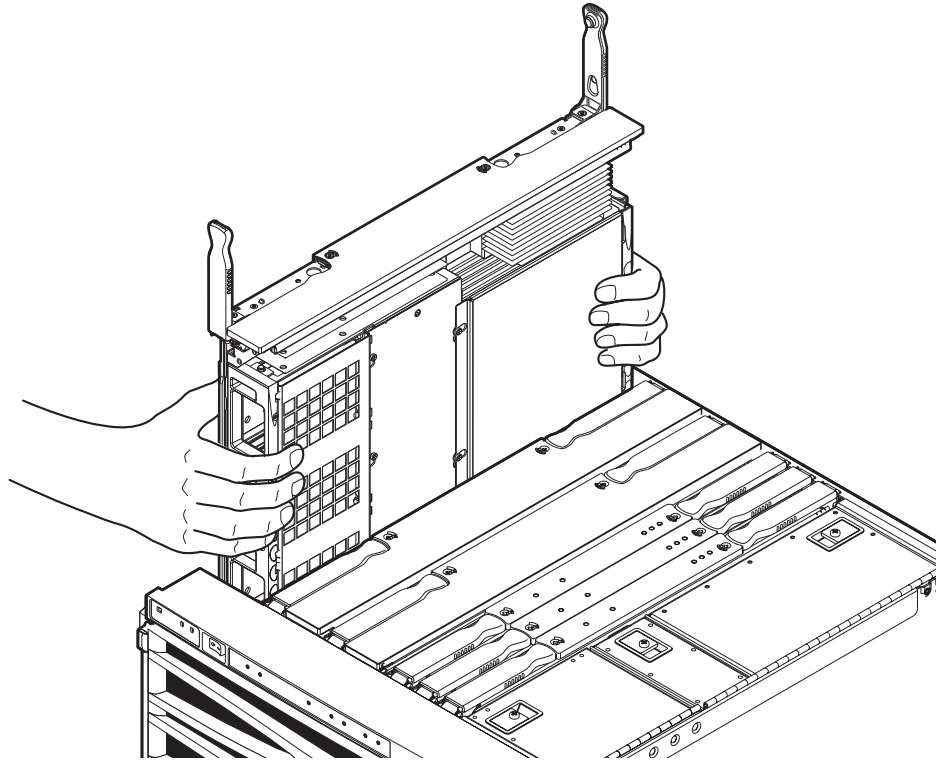

図 9-5 システムから CPU/メモリーボードを持ち上げる
11. 緑色のパネルを持って、CPU/メモリーボードをシステムから持ち上げます (図 9-5)。
5. 緑色の側面パネルを持って、アンチグラビティークラッチがかみ合うまで CPU/メモリーボードを溝にゆっくりと挿入します (図 9-5)。